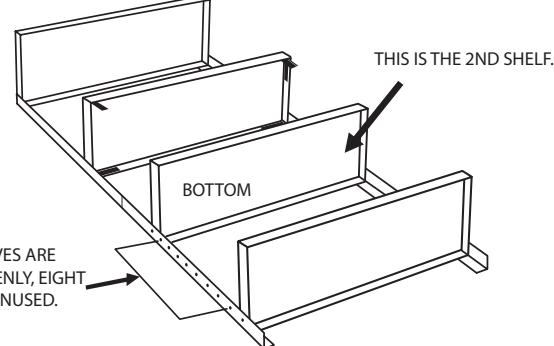

Figure 6
6. Attach the last (2nd) shelf and leave eight holes empty between this shelf and the lowest (1st) shelf. See figure 6.
6. Montera nu det sista hyllplanet och lämna åtta hål tomma mellan det här hyllplanet och det understa hyllplanet. Se bild 6.